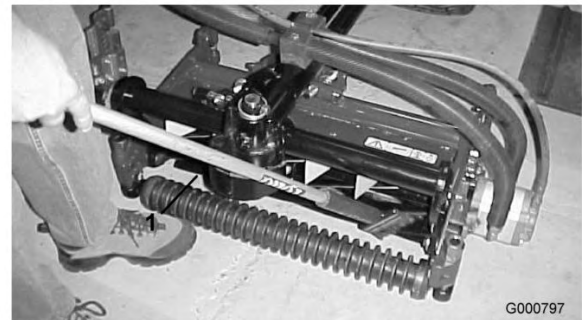

図 84
8. 長柄のブラシ (Toro P/N29-9100) で、ラッピングコンパウンドを塗布しながら作業する。どんな場合でも短い柄のブラシは使用しないこと (図 84)。